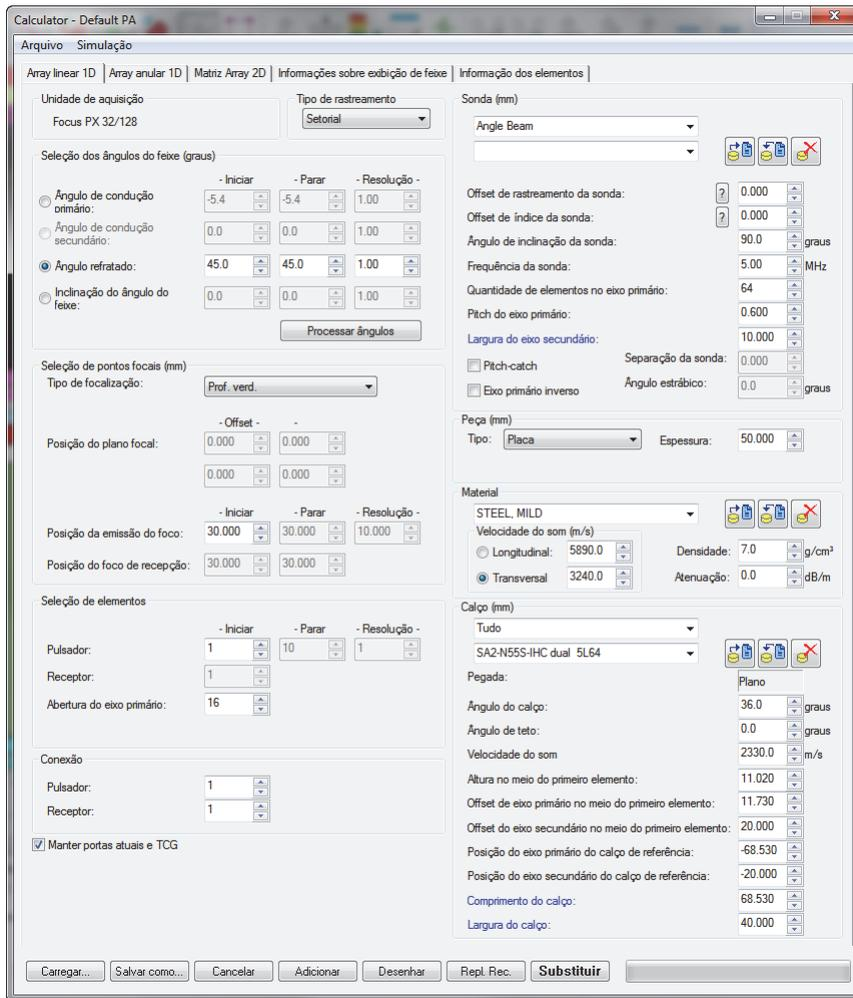

Figura 4-5 Caixa de diálogo Calculator
- a) Para uma inspeção *Phased Array* com feixe angular, clique na aba **Array linear 1D** (Figura 4-5 na página 106).